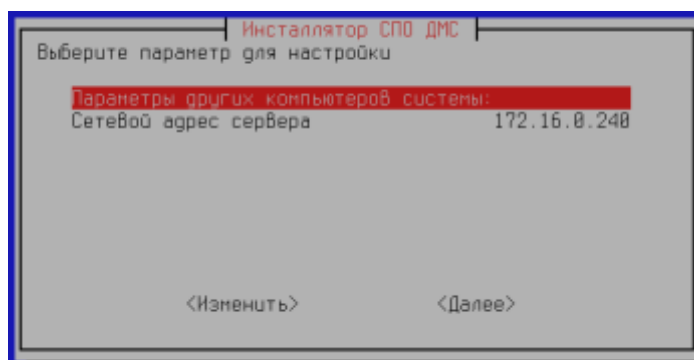

Рисунок 20 — Установка IP-адреса сервера баз данных
1) Если сервер оборудования (вычислитель) или АРМ-О не конфигурируется с функцией сервера баз данных, а также при установке СПО дополнительного АРМ-О, необходимо указать IP-адрес сервера баз данных (Рисунок 20):